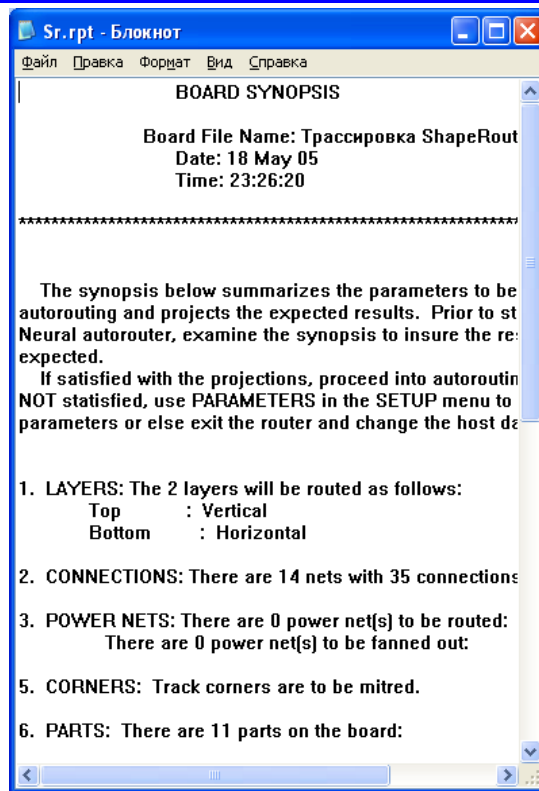

Рисунок 3.21 – Просмотр статистических данных на проектируемую ПП
- До начала трассировки командами **Reports/Pre-Route Synopsis** про-смотреть статистические данные на проектируемую ПП (рис. 3.21). Здесь можно получить информацию о параметрах используемой стратегии трассировки, коли-честве разводимых цепей и компонентов в проекте, плотности размещения и т.д.